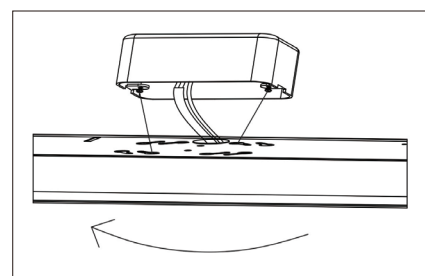

Figure 10
- Fixez la base du luminaire à la boîte de jonction en alignant les trous de la base (A) avec les vis de la boîte.
- Tournez la base du luminaire dans le sens des aiguilles d'une montre pour la verrouiller, puis serrez les vis pour bien fixer le luminaire afin qu'il ne bouge pas. (Figure 10)